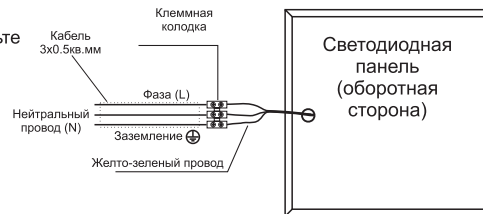

Рис.3
- Подключите сетевой провод к клеммной колодке панели (см. Рис.3).